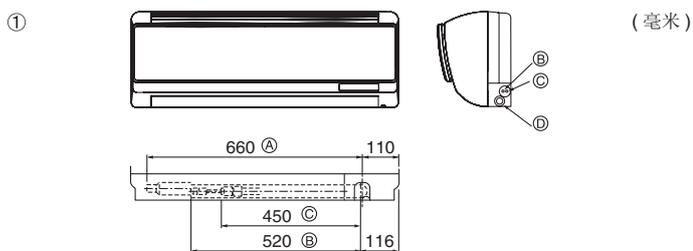

Fig. 4-2
① 致冷剂管和排水管的位置 (Fig. 4-2)
- (A) 软管总长度 (C) 气体管
- (B) 液体管 (D) 排水软管